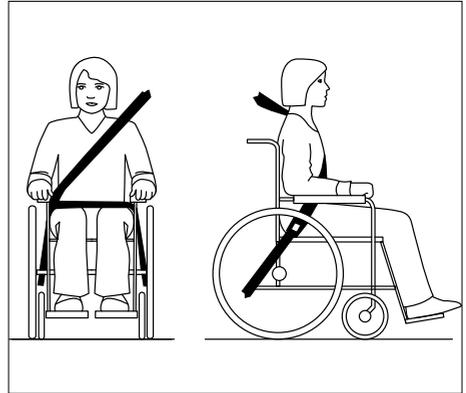

Figure 59
- veillez à ce que la ceinture de sécurité ne soit pas tenue éloignée du corps par certaines parties du fauteuil roulant comme les accoudoirs et les roues. Pour un bon positionnement, voir figure 59.